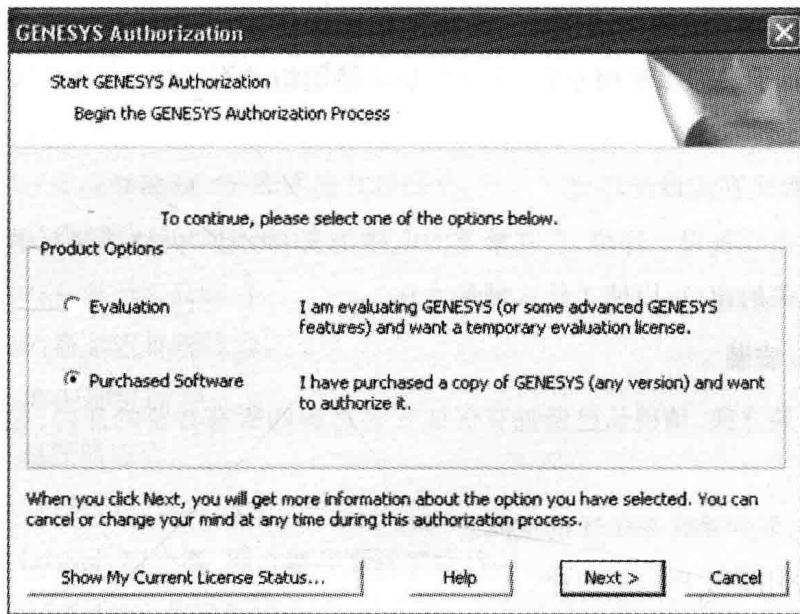

图 1.2 Genesys 软件安装授权示意图 1
- (1) 在管理员账户下运行 Genesys。
- (2) 对 Product Options 选项,点击“Purchased Software”,然后点击“Next”,如图 1.2 所示。